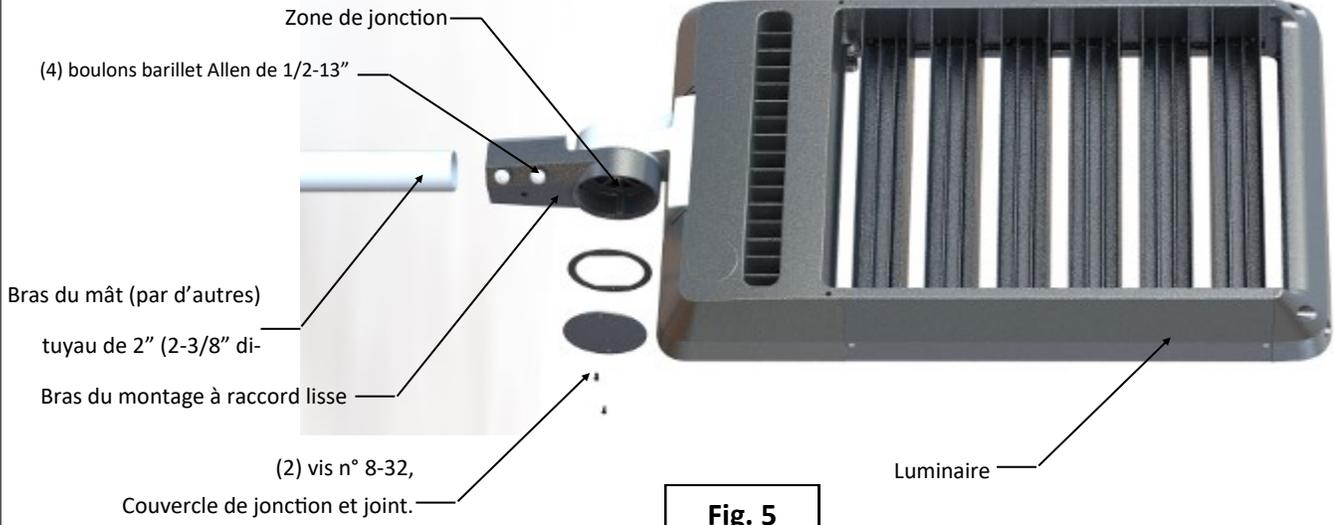

Fig. 5
Pour accéder à l'aire de jonction des fils, enlevez (2) vis n 8-32 de couvercle de jonction, le couvercle de jonction et le joint. Fig. 5